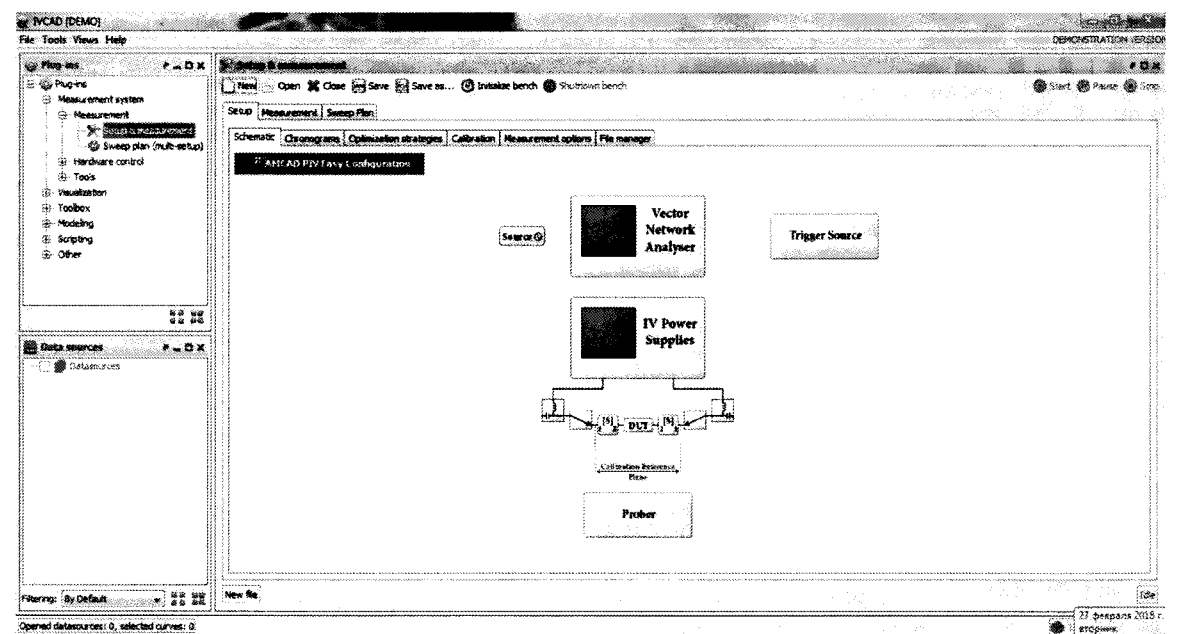

Рисунок 7.2.4 – Окно блок-схемы измерений (Setup & Measurement)
7.2.4 В окне блок-схемы измерений (рисунок 7.2.4) выбрать IV Power Supplies.